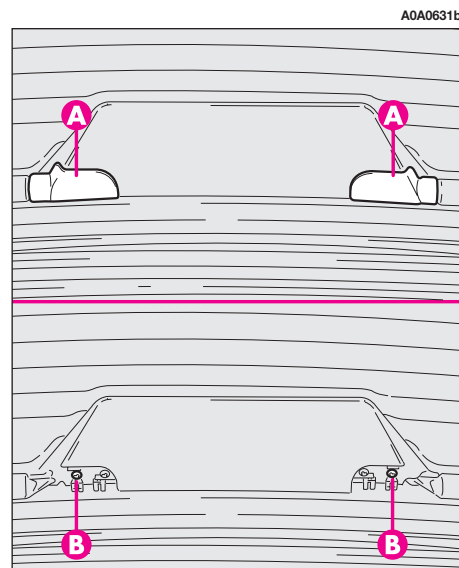

fig. 36
- ouvrir le hayon arrière et, à l'aide d'un tournevis, enlever les deux couvertures (**A**-fig. 36);